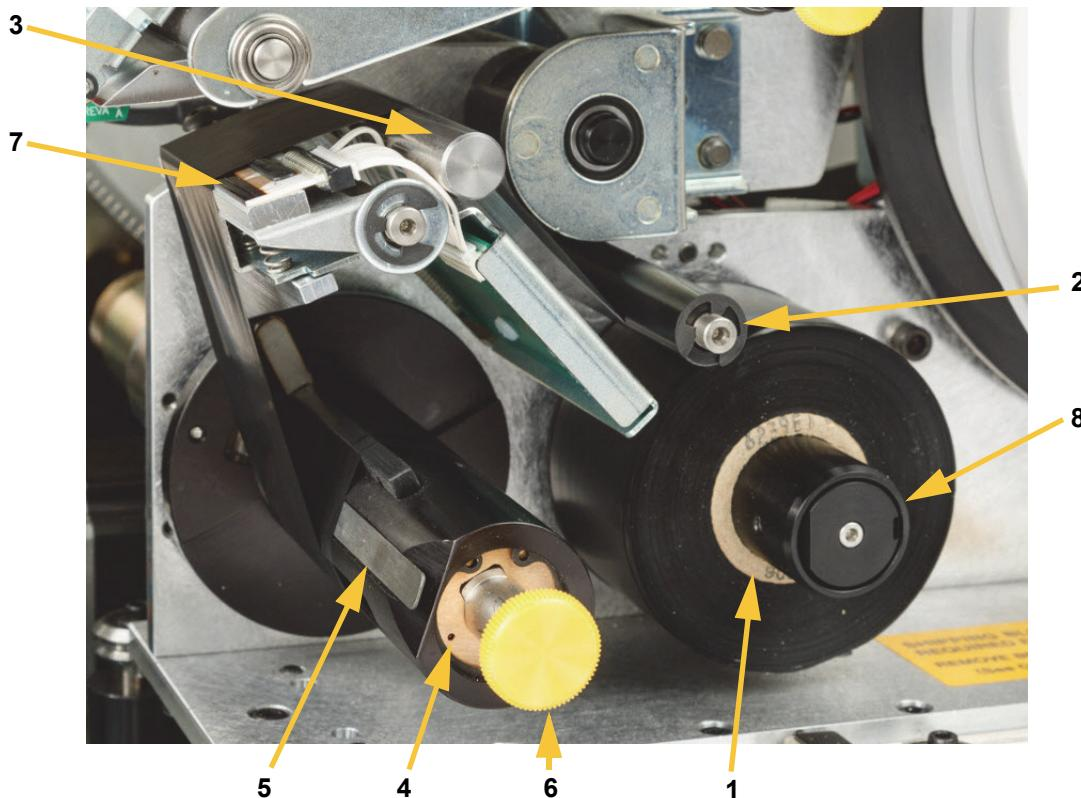

图 4-11. 色带路径部分
如果当前已加载色带，请将其取出（请参见 图 4-11，位于第 4-21 页）：
- 先从导辊底部，然后越过导杆和打印头，穿装色带。请参见 图 4-11，位于第 4-21 页。
- 如图 (A) 所示，从夹子底部馈送色带，直到约 1" 色带通过夹子为止。
- 逆时针方向转动卷带轴旋钮 (B)，直到色带包绕卷带轴数圈，以确保色带不会松散。
**注意:** 确保色带卷与背面凸缘齐平安装，并如 图 4-11，位于第 4-21 页 所示排布。